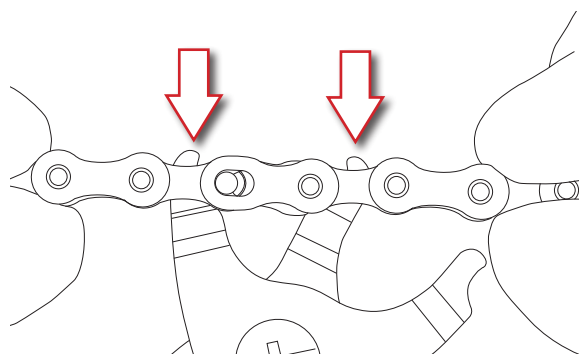

Fig.12
- Inserite l'attrezzo di apertura falsa maglia con denti di spessore inferiore a 1,8 mm nelle maglie interne adiacenti alla C-Link™ (Fig. 12).